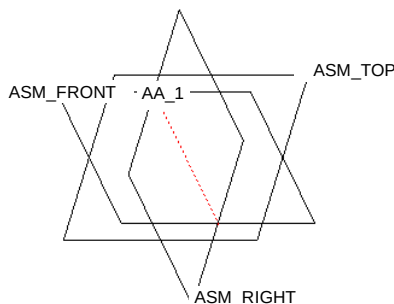

图 9.8.1 创建基准轴 AA_1
Step2. 选取基准平面 ASM_RIGHT, 定义为穿过; 按住 Ctrl 键, 选取 ASM_FRONT 基准平面, 定义为穿过; 单击对话框中的 确定 按钮, 得到图 9.8.1 所示的基准轴 AA_1。